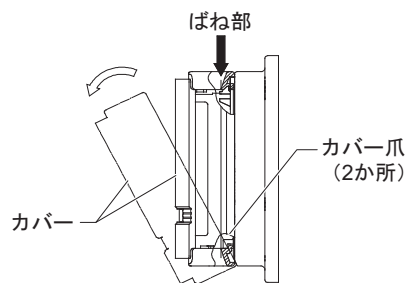
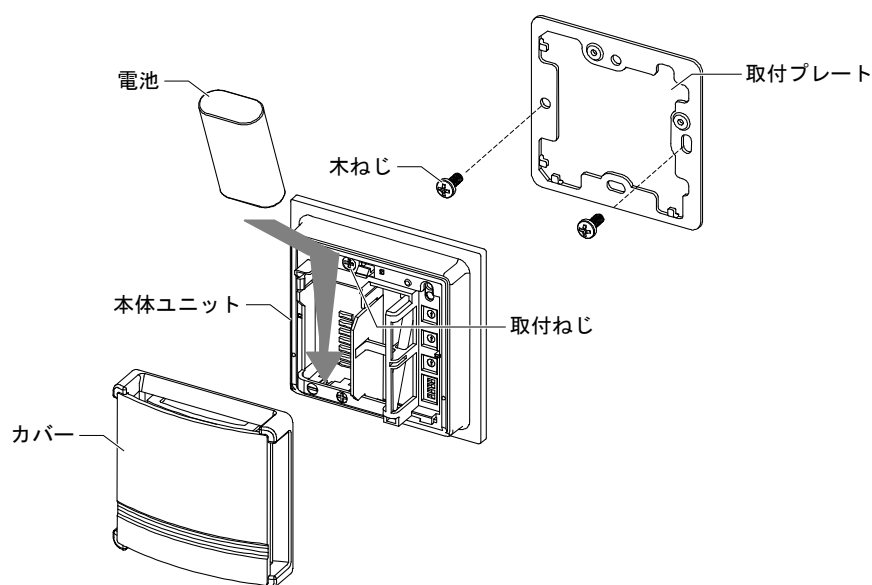
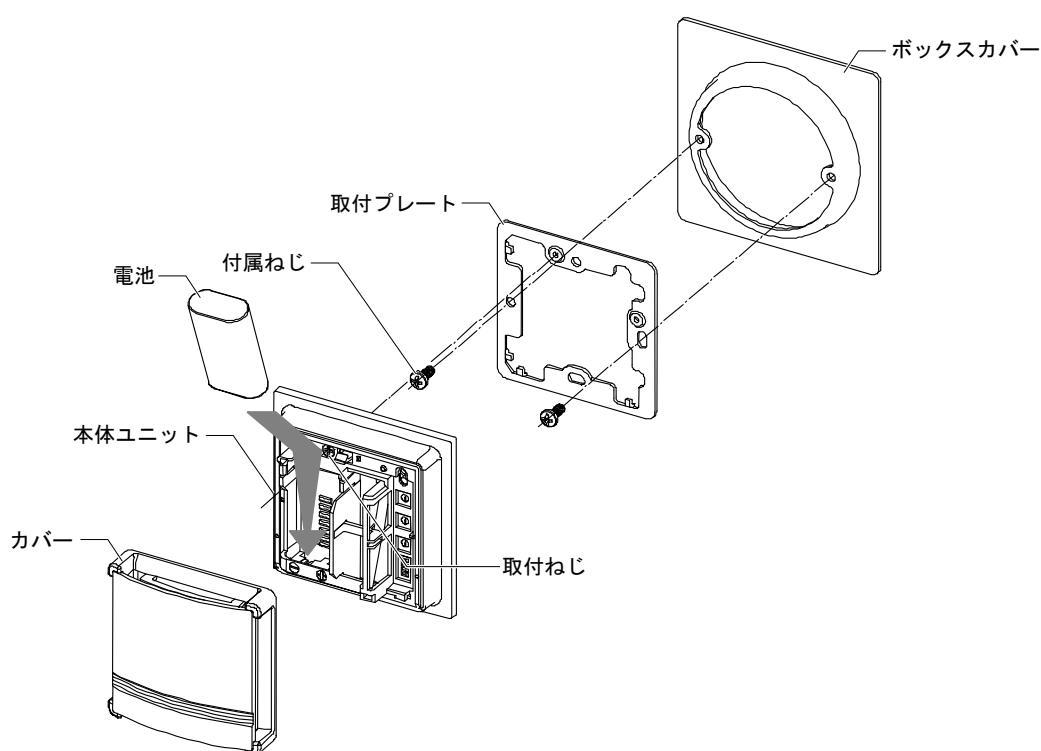

図15 カバーの着脱
図16 取付方法 (壁直接取付時)
図17 取付方法 (JIS取付ボックスで取付時)
### (1) 壁直接取付 (図16参照)
- ① 取付プレートを付属の木ねじ2本で壁面に取り付けます。(取付ねじ間隔は、66 mm、66.7 mmのどちらでも構いません)
- ② 対応するRF受信機の電源が投入されていることを確認します。
- ③ 本体カバーを外します。(図15参照)
- ④ 取付プレートに本体ユニットを差し込み、本体ユニット上部に仮止めされている取付ねじを締めて固定します。
- ⑤ 周波数チャンネル、グループアドレスは対応するRF受信機と同じに設定します。
- ⑥ RF受信機に2台のセンサ(ネオセンサワイヤレス温度/温湿度センサ、ネオパネルワイヤレスのいずれか)が接続される場合にはセンサを特定するためのセンサアドレスを設定します(このときの設定は「0」または「1」とし、センサごとに違うアドレスに設定してください)。
- ⑦ 本体の極性表示を確認して正しい方向に電池を入れます。
- ⑧ カバーをします。(図15参照)
## (2) JISボックス取付 (図17参照)
- ① 取付プレートを壁内のボックスカバー (JIS C8340 取付寸法66.7 mm使用 市販品) に付属ねじで取り付けます。
- ③ 本体のカバーを外します。(図15参照)
- ⑥ RF受信機に2台のセンサ (ネオセンサワイヤレス温度/温湿度センサ、ネオパネルワイヤレスのいずれか) が接続される場合にはセンサを特定するためのセンサアドレスを設定します (このときの設定は「0」または「1」とし、センサごとに違うアドレスに設定してください)。